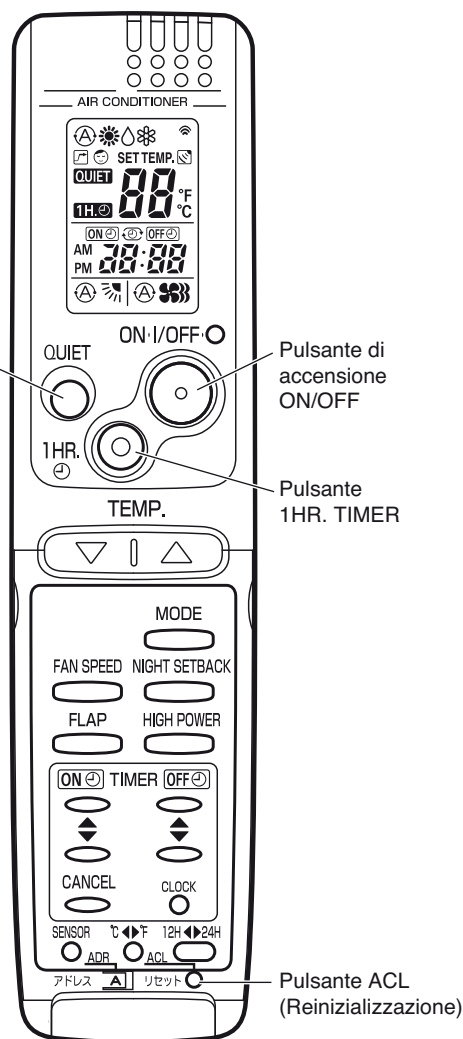

Fig. 59a
- (1) Portare il telecomando nella modalità di test. (Fig. 59a)
- (2) Impostare la modalità di prova della funzione di raffreddamento premendo il pulsante ON/OFF del telecomando. (Fig. 59a)
- (3) Premere il pulsante ON/OFF del telecomando per fare finire la modalità di test. (Fig. 59a)
- (4) Infine, premere il pulsante ACL (Reinizializzazione) del telecomando per farlo uscire dalla modalità di prova e riportarlo in quella normale. (Fig. 59a)